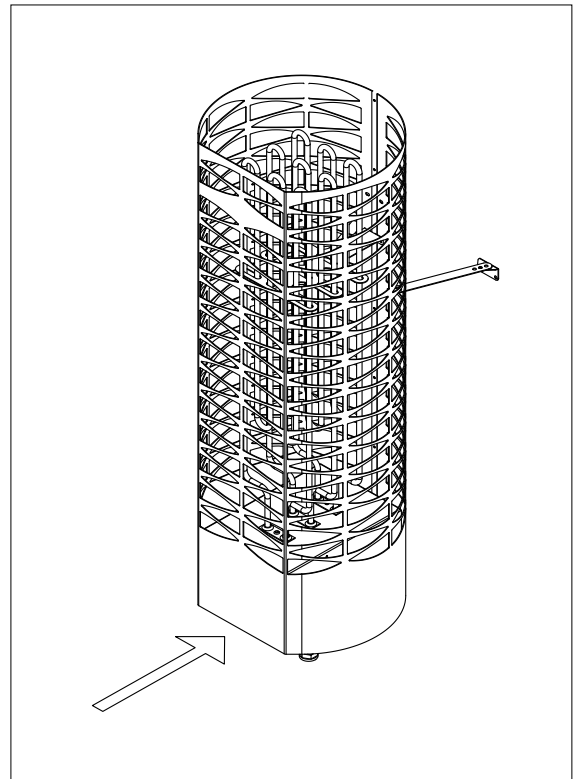

Abbildung 7. Lage des Hauptschalters
10. Vergewissern Sie sich, dass der Hauptschalter (I/O) des Ofens auf der Position O steht. Siehe Abbildung 7